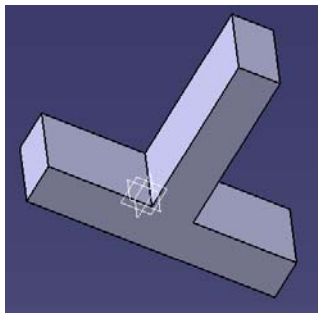

图 3-61
(1) xy plane → Profile → Pad（用 Mirrored extent）画如图 3-61。